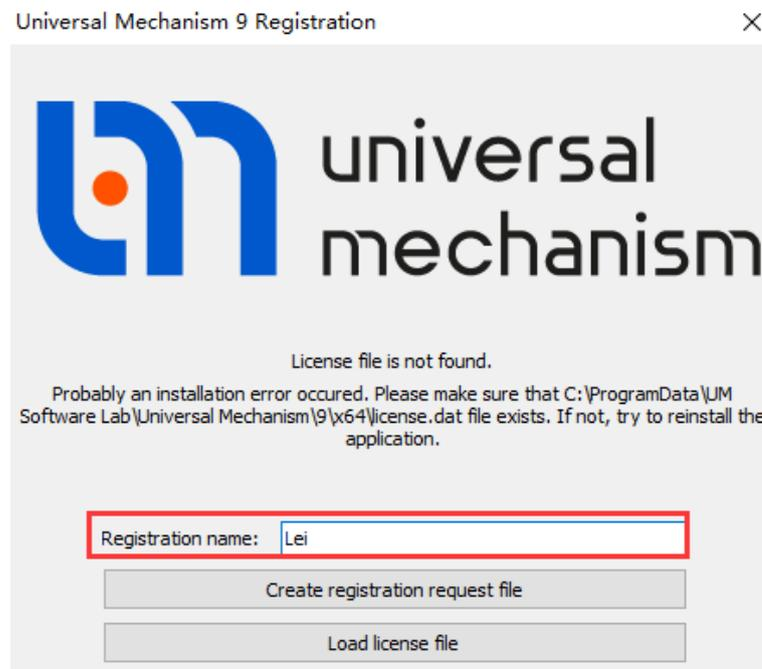

图 001-1 注册界面
2、一个月或 600 次试用期结束后，运行 UM 软件时，会自动弹出注册界面（图 001-1），即免费试用已过期，需要申请 license 方可继续试用。